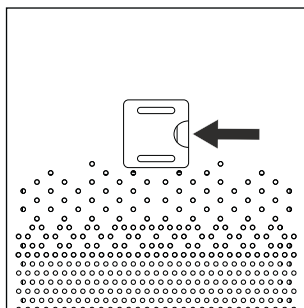

Fig. 1
2. Åbn afdækningen **11** til partikelsensorens rum på bagsiden af produktet ved at holde fingeren ind i åbningen på afdækningen **11** (se fig. 1). Træk derefter afdækningen **11** i retning af dig selv, indtil den åbner.